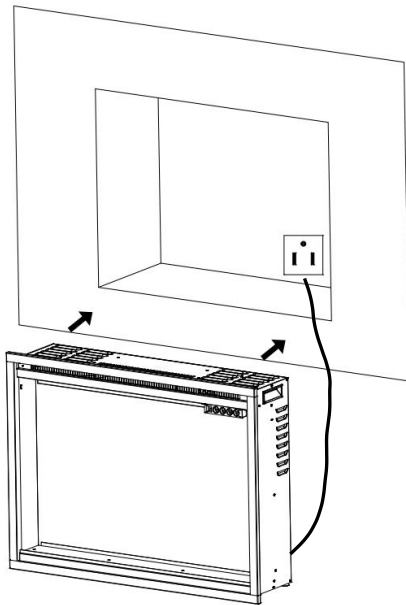
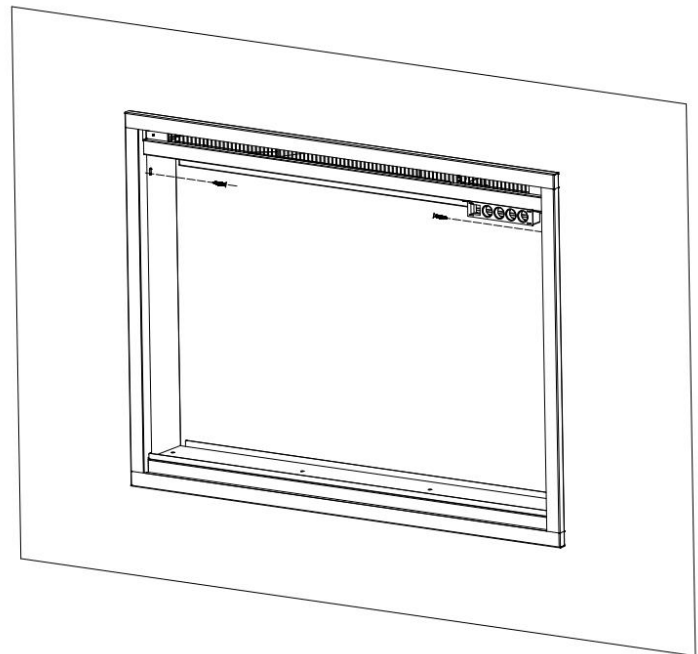

Fig. 2-1
Fig. 2-2
2. Poproś dwie dorosłe osoby, aby podniosły kominek i włożyły go do ramy wstępnej, a następnie zabezpieczyły go, instalując 2 wkręty do drewna (**B**) przez otwory (**rys. 2-1, rys. 2-2**).